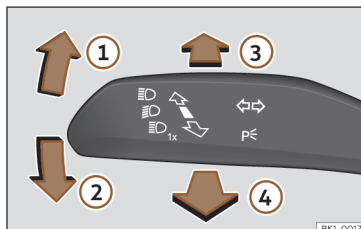

Fig. 82 Palanca de intermitentes y de luz de carretera (según versiones).
- Desde la posición base, pulse hacia delante la palanca de los intermitentes y luz de carretera»» fig. 82 ③.
- **O BIEN:** si el asistente de luz de carretera está conectado, tire hacia atrás de la palanca de los intermitentes y de luz de carretera »» fig. 82 ④.